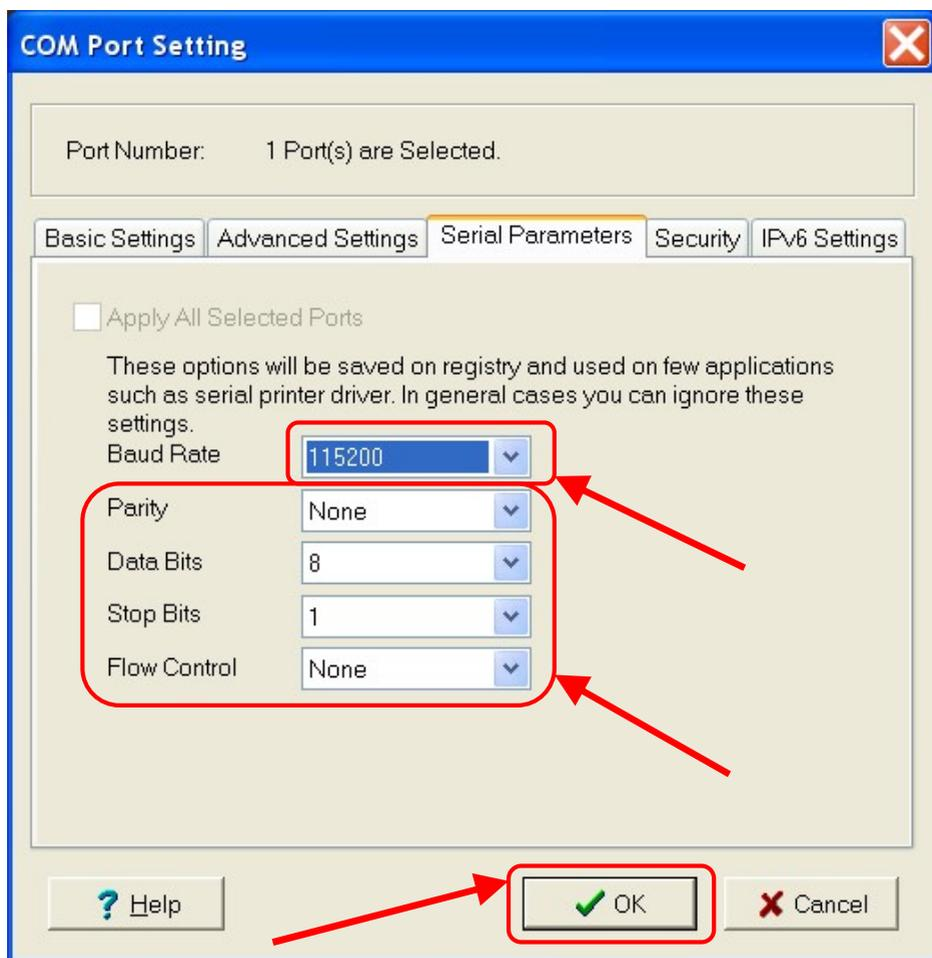

Рис. 17.17. Утилита «NPort Windows Driver Manager», параметры порта, «Serial Parameters».
17.20. На вкладке «**Serial Parameters**» установите параметры порта «**Parity**», «**Data Bits**», «**Stop Bits**» и «**Flow Control**» так, как показано на Рис. 17.17.